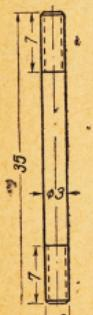

Рис. 10
**2) Остальные детали.** Осталось в задней крышке просверлить отверстие для патрубка, притереть внутреннюю плоскость (притирка — см. ниже). Из 3-миллиметровой стальной проволоки сделайте шпильки (рис. 10). Гайки и шайбы можно